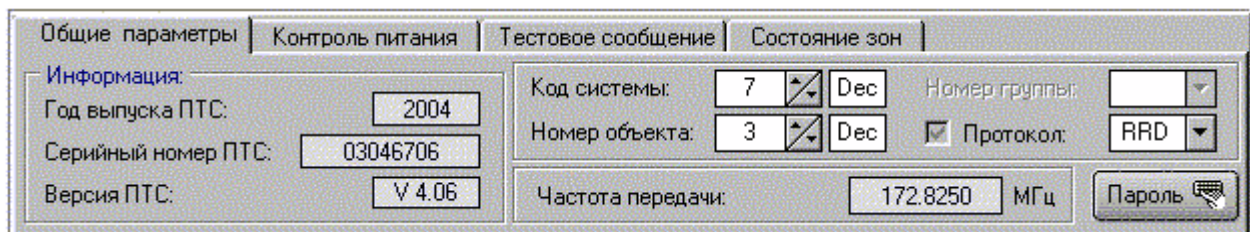

Рис. 3.14. Страница «Общие параметры»
**На первой странице «Общие параметры»** (рис. 3.14) расположены следующие органы управления: